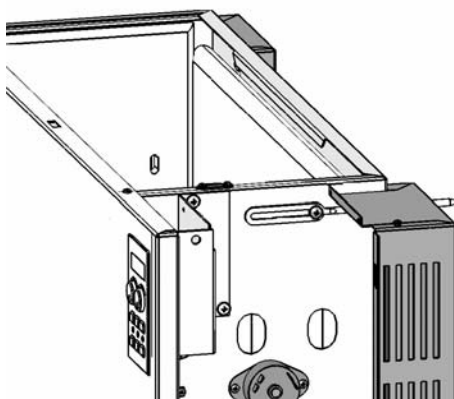

Fig.5
- 2** Placez l'appareil à la place qui lui est destinée. Installez les vis de fixation pour fixation murale ou au sol sur le panneau interne latéral gauche ou droit et vissez-les (Fig.5).